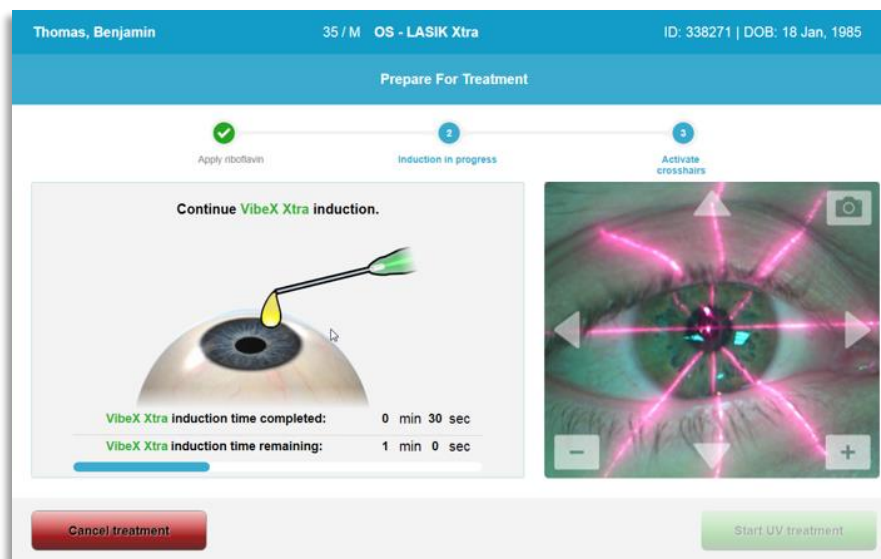

Abbildung 3-22. Ausrichtung der Fadenkreuze während der Induktion
- Die roten Ausrichtungslaser schalten sich 30 Sekunden vor dem Ende der Induktionsphase wie in Abbildung 3-22 veranschaulicht ein.